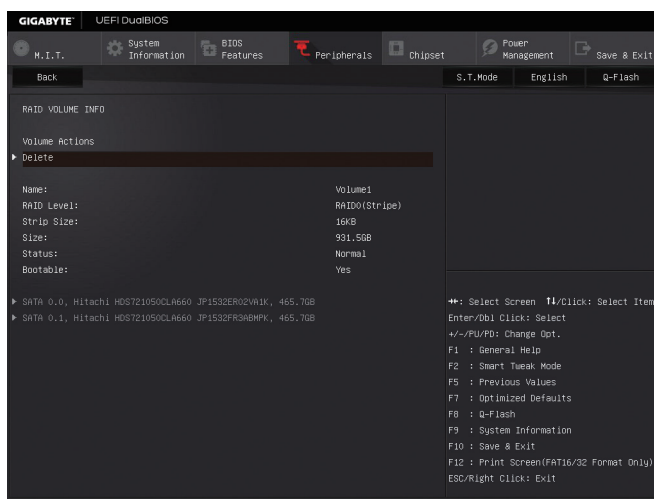

図 7
完了すると、**Intel(R) Rapid Storage Technology** 画面に戻ります。**RAID Volumes** に新しい RAID ボリュームが表示されます。詳細情報を見るには、ボリューム上で <Enter> を押しして RAID レベルの情報、ストライプブロックサイズ、アレイ名、アレイ容量などを確認します (図 7)。